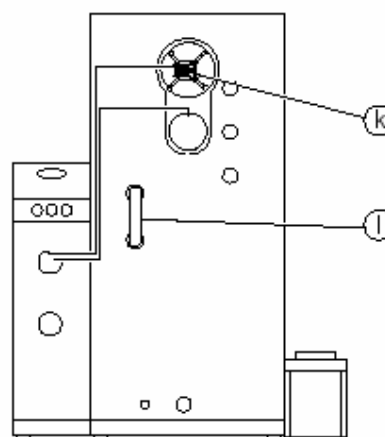

Abb.18 Verkleidung Kesselrückseite
- Vormontiertes Kabel vom Saugzuggebläse (k) in die Kesselrückwand einsetzen und mit den vorgesehenen Schrauben befestigen (Abb.18).